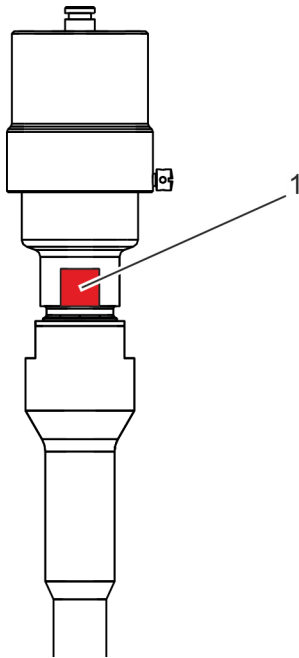

Fig. 15 : Desserrage du carter
5. ➤ Placer une clé de 27 sur le méplat (Fig. 15 /1) au niveau du carter de la protection à ressort contre la surpression.